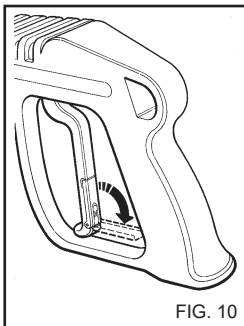

FIG. 10
- Når apparatet ikke anvendes, skal håndtagets sikkerhedsanordning slukkes. (fig. 10).